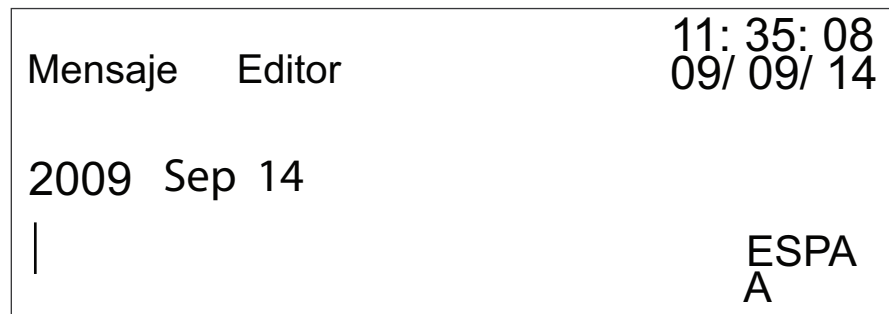

Figura 4-28: Editor de mensaje
- 5 Pulse  para mover el cursor a la segunda línea. Pulse  para mover el cursor a la posición (consulte la Figura 4-28).